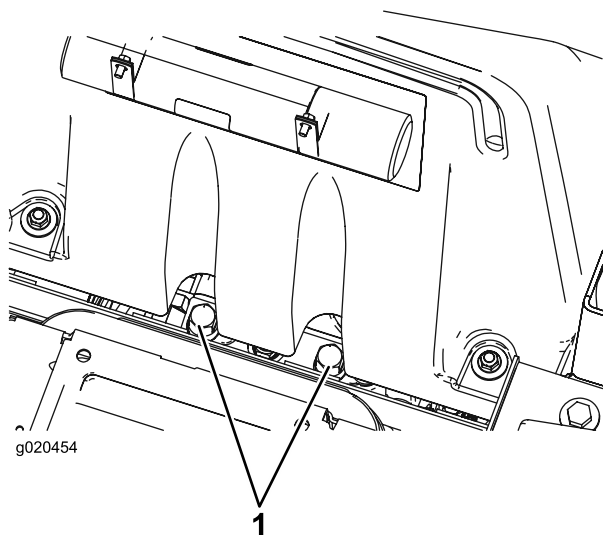

Figura 33
1. Sollevare il sedile. Le valvole di bypass sono posizionate sotto la parte anteriore del serbatoio (Figura 33).